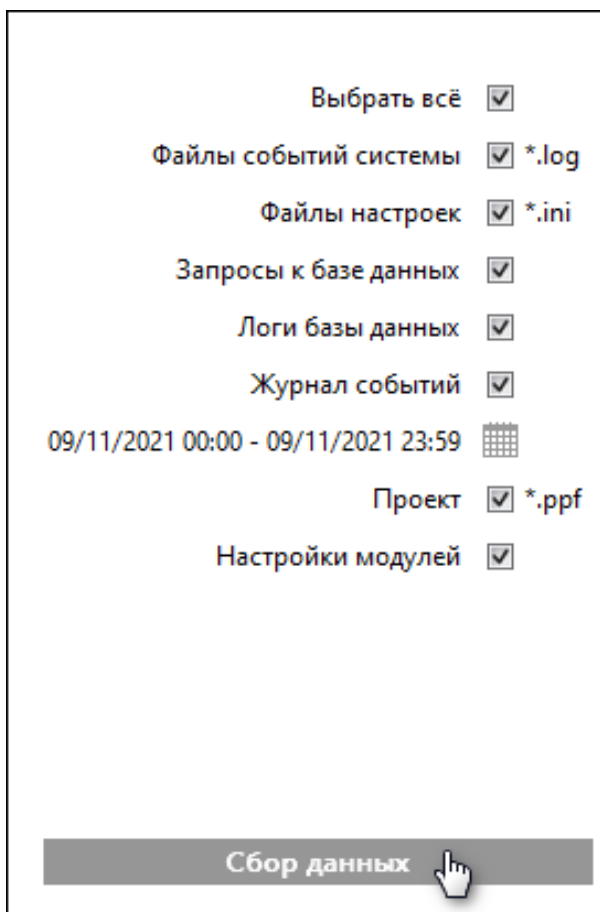

Рисунок 539 - Сбор данных
5. Отметьте чекбоксы у данных для сбора и нажмите **Сбор данных** (Рисунок 539).